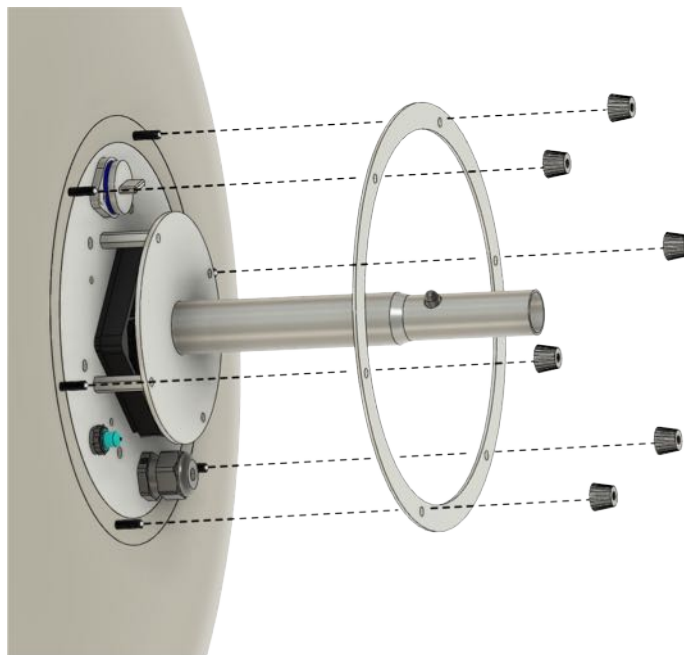

Abb. 5
2. Retire las 6 tuercas cónicas y el anillo de aluminio en la parte inferior de la placa base (Fig. 5).